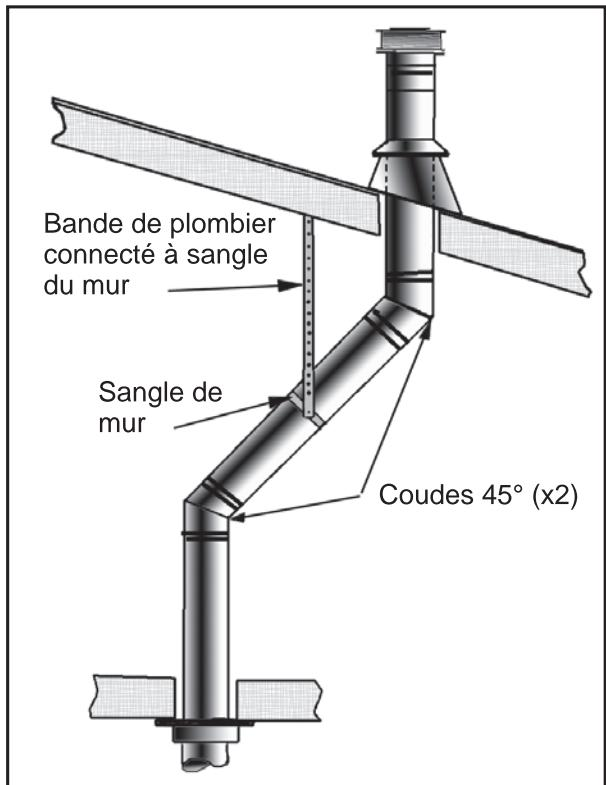

Figure 30: Utilisation de bandes a mur.
- 1) Si un décalage est nécessaire dans le grenier pour éviter des obstructions, il est important de soutenir le tube d'évent tous les 3 pieds (914 mm), à éviter le stress excessif sur les coudes, et l'éventuelle séparation. Les attaches murales sont disponibles à cet effet (voir la figure 30).